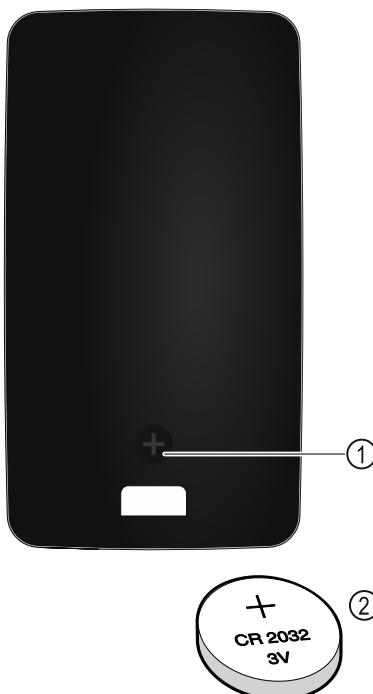

Fig. 232
Die Stromversorgung der Fernsteuerung erfolgt über eine Batterie des Typs CR 2032 mit 3V Fig. 232 (2), welche im Fachhandel erhältlich ist.
- Schraube Fig. 232 (1) auf Rückseite der Fernbedienung herausdrehen.